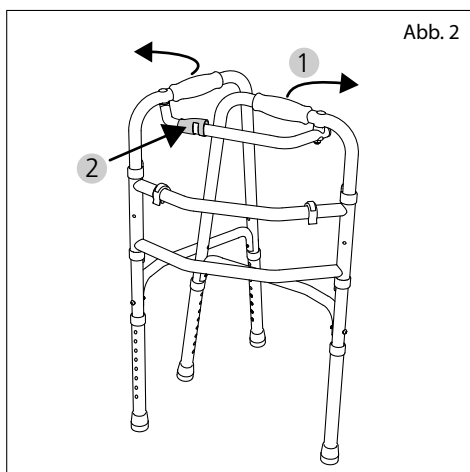

Abb. 2
3. Nell'aprire la seconda fiancata (1, fig. 2) si percepisce uno scatto netto. Questo indica che il dispositivo di sicurezza (2, fig. 2) è bloccato. È possibile verificarlo guardando di lato nell'elemento di plastica del blocco. Il perno a molla deve sporgere visibilmente dal tubo.